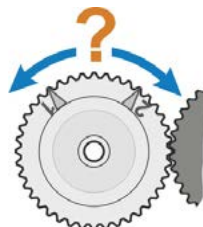

Abb. 7: Drehrichtung beobachten
- nur bei Meldegetriebe: auf die Drehrichtung des Zentralrades achten (Abb. 7), dies ist für Bedienschritt 10. wichtig!